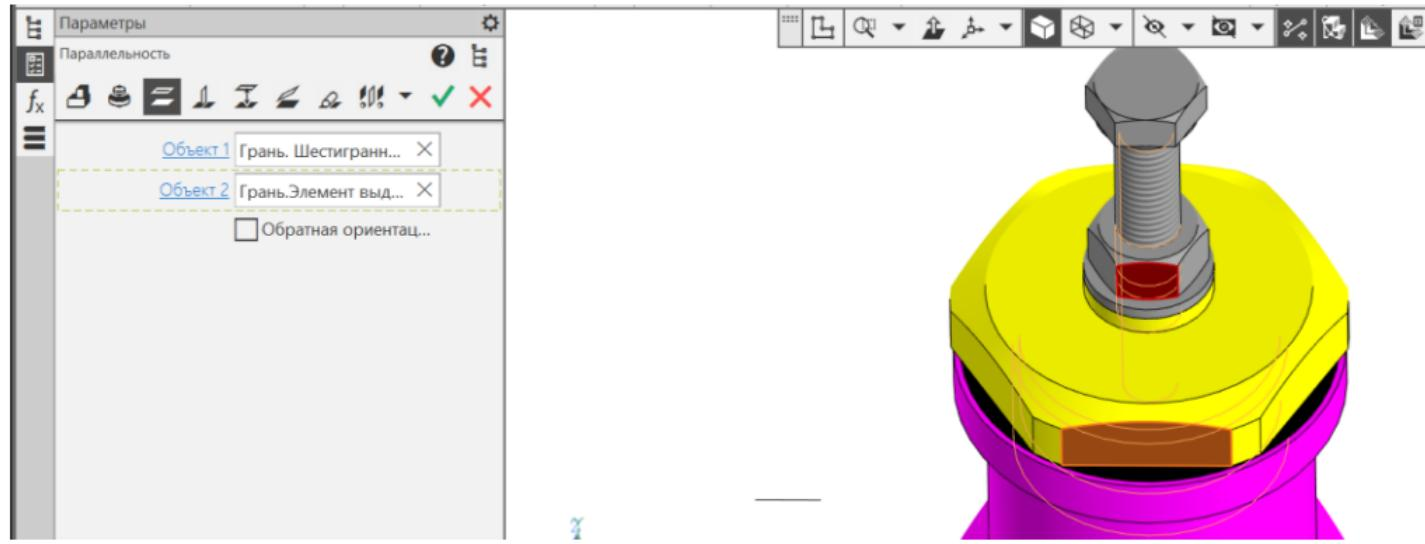

Рис. 51 Сопряжение «Параллельность» граней Гайки и Крышки
**Параллельность** (рис. 51): Объект 1(Гайка) – Грань. Шестигранник; Объект 2 (Крышка) – Грань. Элемент выдавливания: 2.